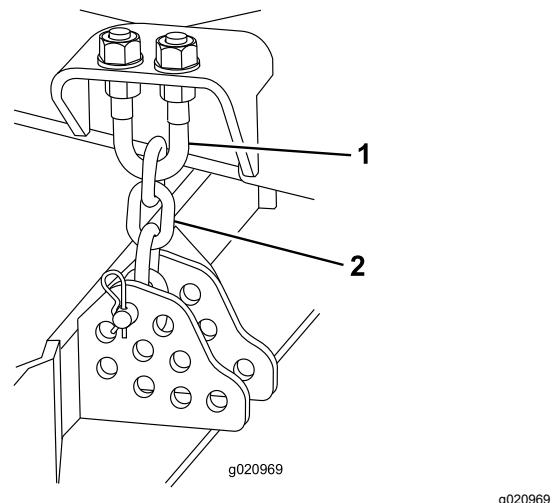

Figura 102
1. Afloje las contratuerzas de la parte superior o inferior del perno en U de la cadena de altura de corte (Figura 102).